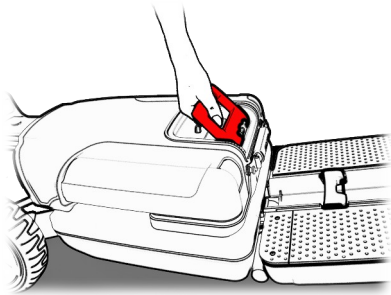

Figura 40
4. Empuje el respaldo de la silla hacia adelante hasta que haga clic (vea la Figura 40).